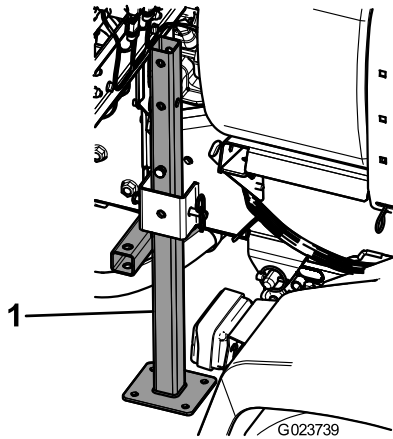

图 51
3. 从底部将后顶车架向上插入框架中靠近后栓系点的位置图 51。